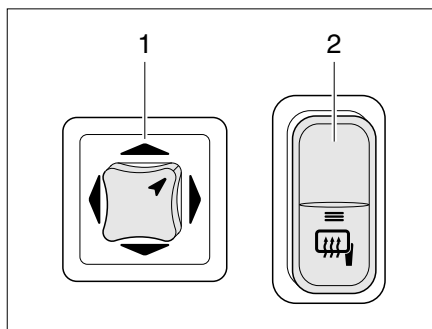

Fig. 28 Commutateur pour rétroviseurs extérieurs à réglage électrique et leur chauffage
Régler : ■ Sélectionner le rétroviseur qui doit être réglé. Pour ce faire, tourner l'interrupteur tournant (Fig. 28,1) vers la gauche ou la droite.
■ Régler le rétroviseur en appuyant sur l'interrupteur (Fig. 28,1) dans la direction correspondante.
Mettre le chauffage en service: ■ Appuyer sur l'interrupteur (Fig. 28,2). Le voyant de contrôle dans l'interrupteur s'allume en orange et indique le fonctionnement.